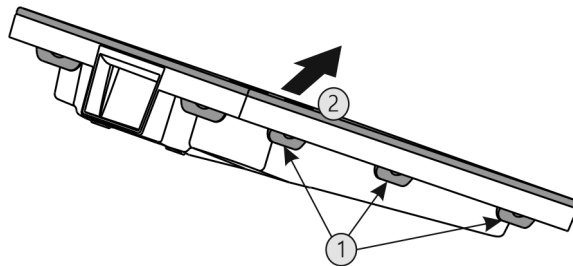

Fig. 50
- ▶ Последовательно нажать на все накладки Fig. 50 (1) и снять крышку Fig. 50 (2).